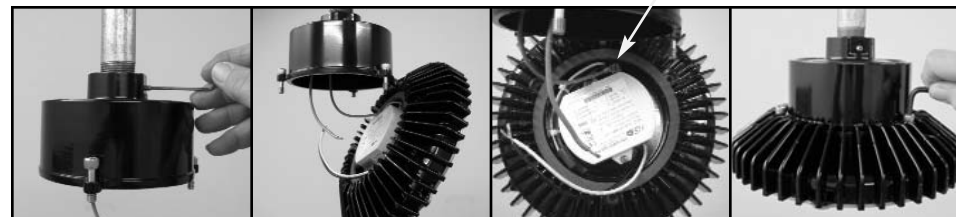

FIGURE 2
- Pour une installation sur mât ou suspendue: Graissez le filetage de l'entrée avec le lubrifiant HTL de Cooper Crouse-Hinds. Vissez le support à l'entrée jusqu'à ce qu'il soit serré. Serrez la vis de pression de l'entrée à l'aide d'une clé hexagonale de 2,0 mm (voir Figure 2). Serrez à 1,81 Nm. Tirez les fils dans le mât ou le couvercle suspendu.